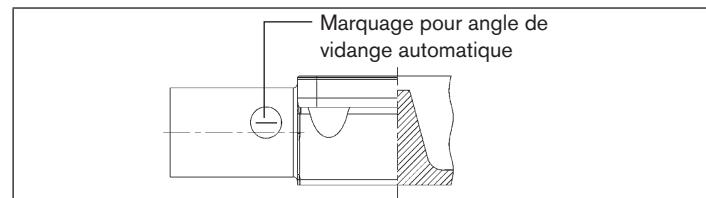

Fig. 3 : Marquage pour la position de montage correcte
- Respecter un angle d'inclinaison de $1^\circ \dots 5^\circ$ par rapport à l'axe de la conduite. Les corps forgés et coulés présentent pour cela un marquage qui doit être dirigé vers le haut (position 12 heures, voir « Fig. 3 »).